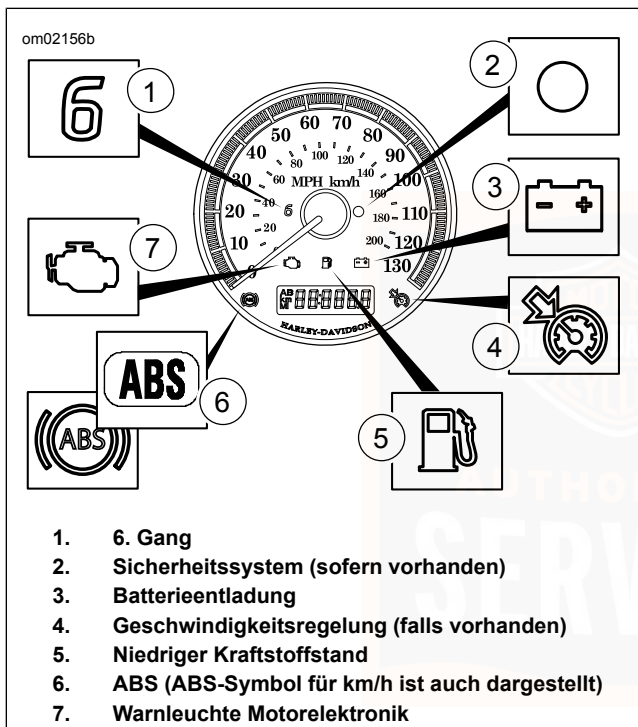

Abbildung 17. Instrumentenbeleuchtung
Siehe Abbildung 17. Die Leuchte für den 6. Gang (1) leuchtet, wenn das Getriebe im 6. Gang ist.
Siehe Abbildung 17. Bei Motorrädern mit einem Sicherheitssystem leuchtet die Sicherheitsstatusleuchte (2) beim Scharfschalten des Sicherheitssystems auf. Siehe Sicherheitssystem (Seite 85).
Siehe Abbildung 17. Die Batteriezustandsleuchte (3) zeigt an, ob die Batterie überladen oder nicht ausreichend geladen ist. Siehe Wartung der Batterie (Seite 165).
Leuchtet: Siehe Abbildung 17. Bei eingeschalteter Geschwindigkeitsregelung leuchtet die Geschwindigkeitsregelungs-Kontrollleuchte (4) gelb. Wenn die Reisegeschwindigkeit eingestellt wurde und das Motorrad mit Reisegeschwindigkeit fährt, wechselt die Leuchte zu grün. Wenn die Geschwindigkeitsregelung ausgeschaltet ist und auf einen Wiederaufnahmebefehl wartet, wechselt die Leuchte wieder zu gelb. Siehe Geschwindigkeitsregelung: FLSS, FLSTC, FLSTFBS, FLSTN (Seite 61).
Leuchtet: Siehe Abbildung 17. Die orangefarbene Warnleuchte „Kraftstoffstand niedrig“ (5) leuchtet, wenn der Kraftstoffstand im Tank den unteren Füllstandgrenzwert erreicht. Siehe Tabelle 12.
Blinkt: Siehe Abbildung 17. Bei Fahrzeugen mit ABS beginnt die ABS-Leuchte (6) zu blinken, wenn das Fahrzeug eingeschaltet wird. Die blinkende Leuchte zeigt an, dass sich
Siehe Abbildung 17. Die Warnleuchte Motorelektronik (7) befindet sich im Instrumentenblock. Sie zeigt an, ob der Motor bzw. das Motor-Management-System normal arbeitet. Die Farbe der Warnleuchte Motorelektronik ist orange.